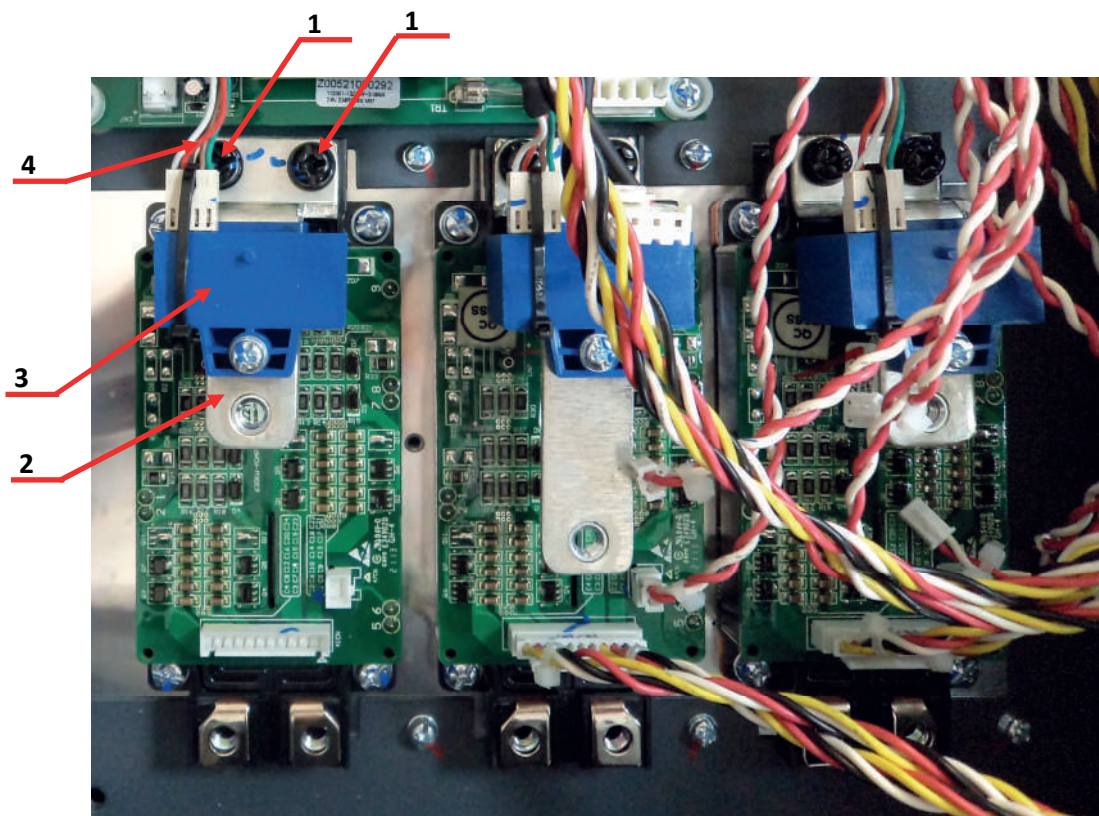

Рис.6.26
6.12.3. Открутить 2 винта поз.1, (рис.6.26) и положить их в тару 3.1.17.
6.13.2. Открутить 4 винта поз.1 и положить их в тару 3.1.17 (рис.6.26).
6.13.3. Извлечь блок конденсаторов поз.2 (рис.6.26) и положить его в тару 3.1.16.